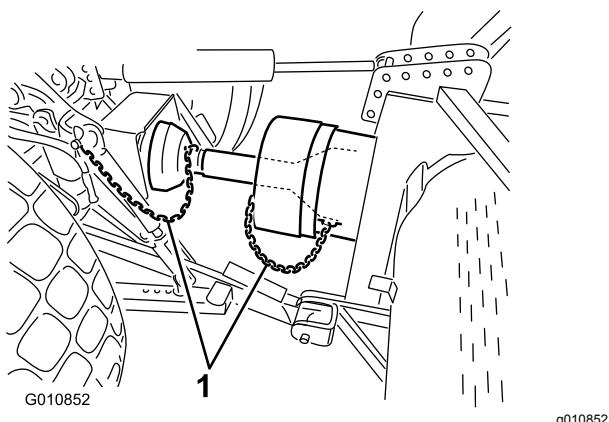

Figura 25
6. Ligue as correntes de segurança da proteção à proteção da tomada de força e ao suporte do trator (Figura 25). Verifique se as correntes ainda ficam com folga quando o arejador sobe ou desce.